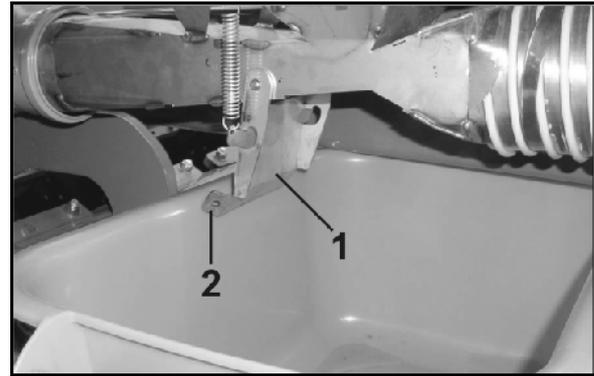

Fig. 123
- Abra la tapa de la esclusa del inyector (Fig. 123/1) para que las semillas / el abono puedan fluir a la cubeta de giro..
**Toque la tapa de la esclusa del inyector sólo por la unión (Fig. 123/2), puesto que en caso contrario existe peligro de lesiones al cerrar la tapa accionada por resorte.**